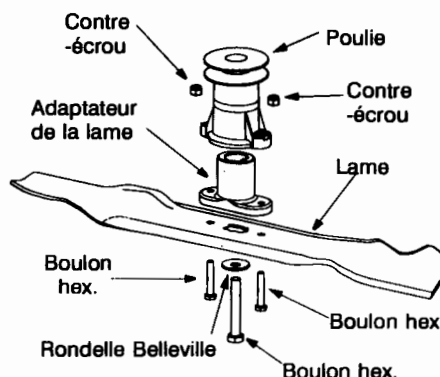

Figure 16
- Installez la poulie sur l'adaptateur de la lame, «l'étoile» opposée à la poulie. Voir la figure 16.